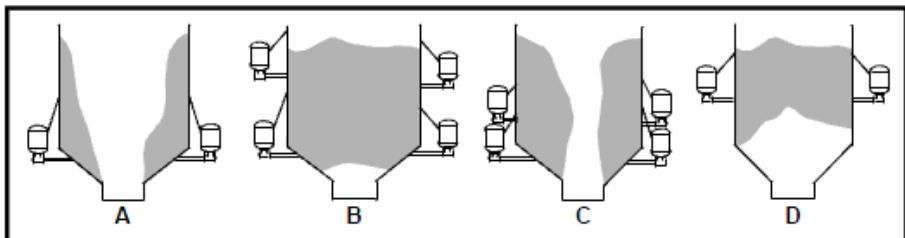

Figura 1. Material Confinado
O canhão de ar TYPHOON (Fire Dragon) da Martin é um sistema de movimentação pneumática de materiais a granel que libera rapidamente ar comprimido dentro de um recipiente de armazenagem em que existe material grudado (A, figura 1), em ponte (B), caminho de rato (C) ou arqueado (D), colocando-o de volta em circulação.